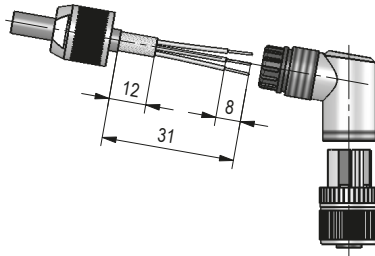

Abb. 13: Gegenstecker M12 gewinkelt
**Montage (Abb. 13)**
**Ändern der Winkelstellung (Abb. 13)**